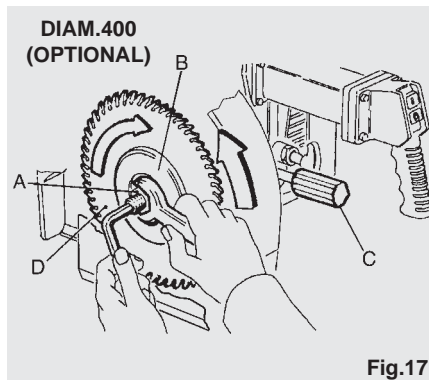

Fig.17
Ouvrir le carter couvre-lame, agir sur la poignée (C), desserrer le blocage et amener le carter inférieur à l'extrémité inférieure, puis le bloquer en position. Avec le carter ainsi bloqué, vous aurez l'espace nécessaire pour le passage du flasque de blocage (B). Pour desserrer l'écrou avec pas de vis à gauche (A) de la fig. 17, bloquer l'arbre moteur avec une clé Allen comme à fig. 17 et agir avec une clé plate dans le sens des aiguilles d'une montre. Au cours de cette opération, attention à ne pas se blesser en touchant la lame. A cet égard, il est conseillé de porter des gants. Extraire le flasque (B) de manière à accéder au siège de
Faire très attention à l'orientation des dents de la lame et s'assurer qu'elle correspond à celle montrée à fig. 17.